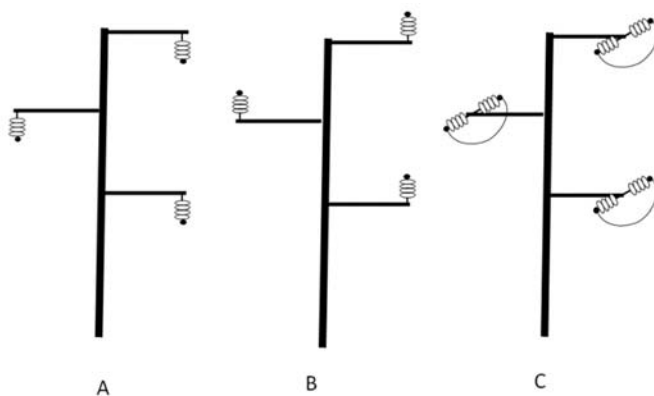

Figure 9. **Isolateurs suspendus** : disposés sous les consoles de la traverse (A).
**Type 1** : isolateurs rigides simples (voir aussi Figure 9).
**Disposition de l'isolateur** : indiquez la disposition correspondante en fonction des schémas ci-dessous (Figure 9).